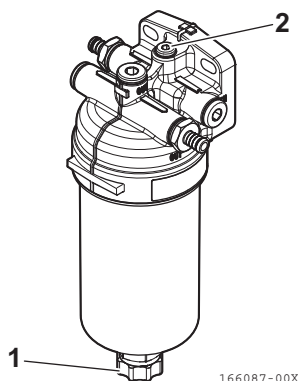

Figura 8
2. Allentare il tappo di scarico (**Figura 8, (1)**) e la vite di spurgo dell'aria (**Figura 8, (2)**). Dopodiché, scaricare l'acqua o la sporcizia raccolta all'interno. Smaltire correttamente l'acqua e la sporcizia raccolte.